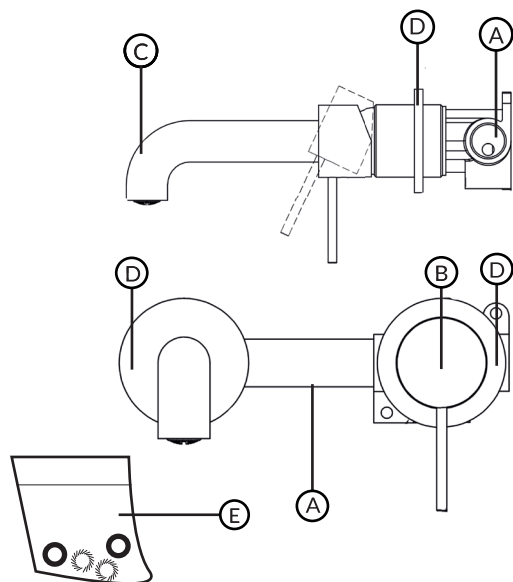

Figura 1
1. Faça uma furação de 170mm de largura e 51mm até 68mm de profundidade na parede e instale a base (1) da peça (ver figura 1). Essa profundidade é essencial para que futuramente, o revestimento da parede fique adequado ao misturador. Se ficar a mais ou a menos, a instalação dos acabamentos do misturador não ficarão de acordo e deverá ser usado massa de construção para fixar o corpo. Caso planeje colocar papel de parede, a profundidade da furação pode ser diminuída.